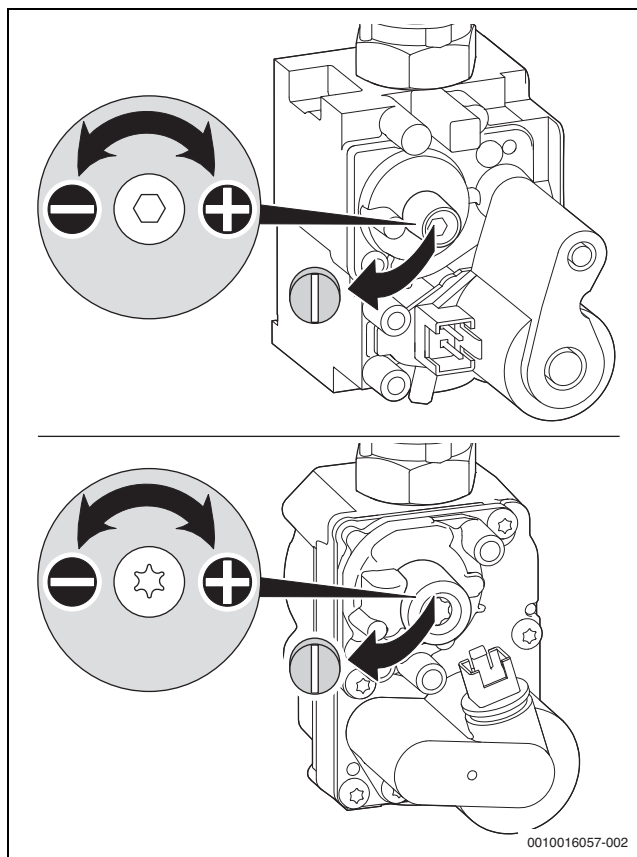

Fig. 39 Rimuovere il piombino sulla vite di regolazione
- ▶ Se il valore letto si trova tra 0 e -0,1 mbar, impostare la pressione differenziale come mostrato di seguito (→ fig. 39).